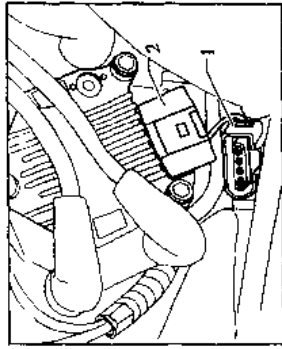

图 1-24 点火线圈插头拔下
1. 如图 1-24 所示,拔下点火线圈(NI52)2 上的 4 针插头 1。